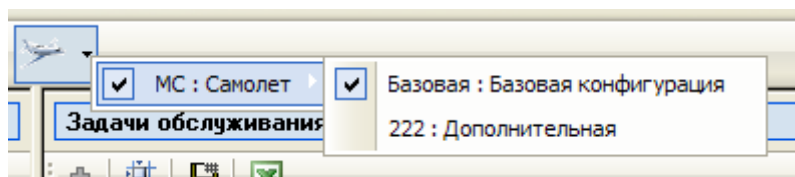

Рис. 3-14
- В раскрывающемся списке выберите требуемую конфигурацию этого ЛСИ-ФИ. Установленный флаг в списке конфигураций указывает на выбранную конфигурацию. (рис. 3-14).